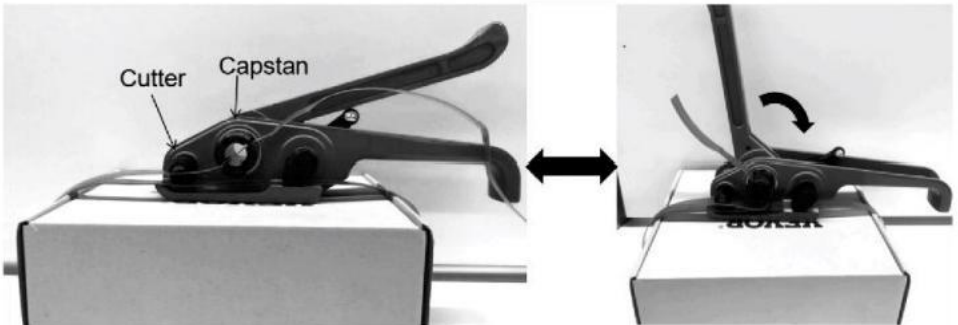

FIG.2 FIG.3
2. Placera packade bandslipsarna i skärträget och de kapstan tråg, se FIG.2.
3. Kör denna tensi on bar upprepade gånger från FIG.2 till FIG. 3, den bandning vilja vara åtdragna.